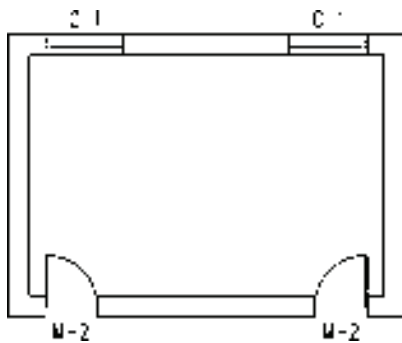

图 5-51 编号复位
3) 按〈Enter〉键, 即可完成编号复位操作, 结果如图 5-51 所示。